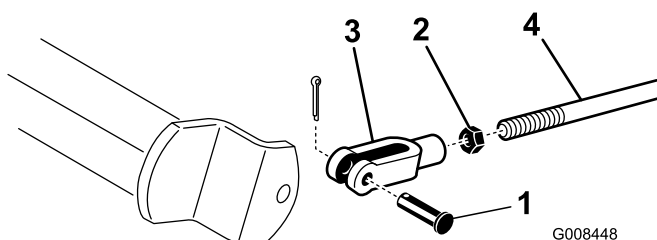

Figura 46
2. Se os travões não bloquearem de forma idêntica, desengate as barras dos travões, retirando o respectivo contrapino e pino da manilha (Figura 46).
3. Liberte a porca de bloqueio e efectue o ajuste da manilha (Figura 46).
4. Monte a cavilha no eixo do travão (Figura 46).